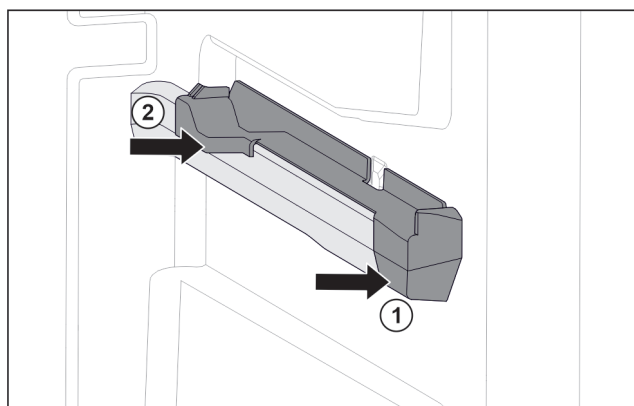

Fig. 53 Natični nastavek na desnemu nastavku za posodo
- ▶ Natični nastavek spredaj namestite na nastavek za posodo. Fig. 53 (1)
- ▶ Pritisnite natični nastavek zadaj. Fig. 53 (2)